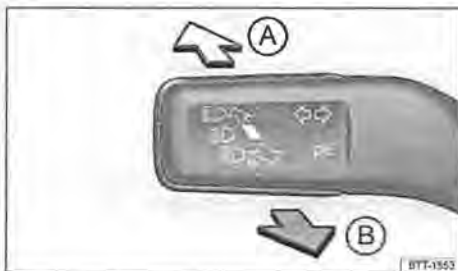

Fig. 62 La leva degli indicatori di direzione e degli abbaglianti, sul lato sinistro del piantone dello sterzo
- Mettere la leva degli indicatori di direzione e degli abbaglianti dalla posizione centrale in quella seguente \rightarrow fig. 62:
- (A) \Rightarrow Abbaglianti accesi.
- (B) Funzione di lampeggio fari e spegnimento degli abbaglianti. La funzione di *lampeggio fari* resta attiva per il tempo che si tiene tirata la leva.